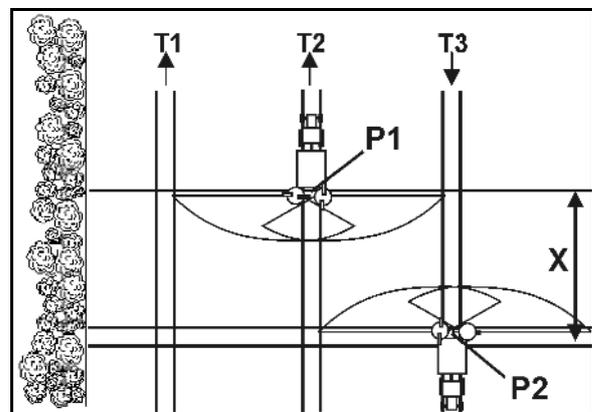

Fig. 46
- Öffnen der Schließschieber nach dem Einfahren in die Fahrgasse am Punkt P1 (Fig. 46), wenn die Streuscheiben die Strecke X von der Fahrgasse des Vorgewendes entfernt sind.
- Schließen des Schiebers vor dem Herausfahren aus der Fahrgasse am Punkt P2 (Fig. 46), wenn sich die Streuscheiben in Höhe der ersten Fahrgasse des Vorgewendes befinden.